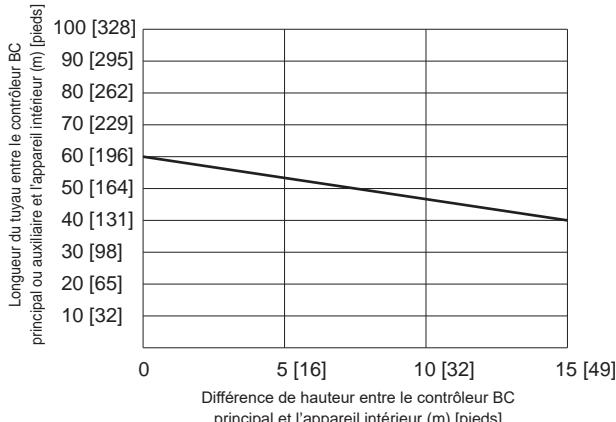

Fig.1
\*2 Reportez-vous à la Fig. 1. (Néanmoins lorsque le modèle d'appareil intérieur P72 ou P96 est connecté, la distance maximale admissible entre le contrôleur BC et l'appareil intérieur le plus éloigné est de 40 m [131 pieds]).
\*3 Lorsque la longueur de tuyauterie ou la différence de hauteur dépasse la limite indiquée dans la Fig. 1, connectez n contrôleur BC auxiliaire au circuit. La limite d'un circuit avec un contrôleur BC auxiliaire est indiquée dans la Fig. 2.
Lorsque vous utilisez le modèle P54 ou un modèle plus grand d'appareils intérieurs, la limite indiquée dans la Fig. 1 ne peut être dépassée.
**\*3** Lorsque la longueur de tuyauterie ou la différence de hauteur dépasse la limite indiquée dans la Fig. 1, connectez un contrôleur BC auxiliaire au circuit. La limite d'un circuit avec un contrôleur BC auxiliaire est indiquée dans la Fig. 2.